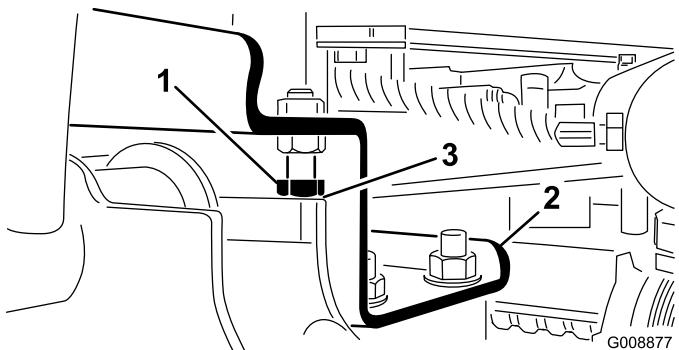

Bild 23
- A. Drehen Sie die Anschlagschrauben heraus und stellen den Zylinder so ein, dass der Abstand erzielt wird (Bild 23).
2. Prüfen Sie, ob der Abstand zwischen jedem Hubarm und der Anschlagschraube zwischen 0,13 und 1,02 mm liegt (Bild 23).